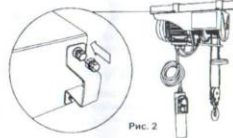

Рис. 2
- Установите электродвигатель на консольной конструкции, обеспечивающей его безопасную эксплуатацию. Надежно закрепите скобы крепления винтами (См. Рис.2).